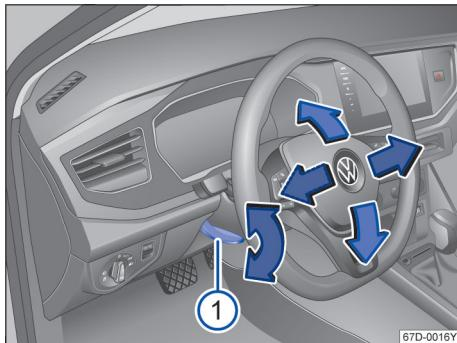

图 58 调节方向盘位置
- 将图示操纵杆→图 58①向下翻转。
- 将操作杆①用力向上推，直到它回复到锁止位置 → **▲**。